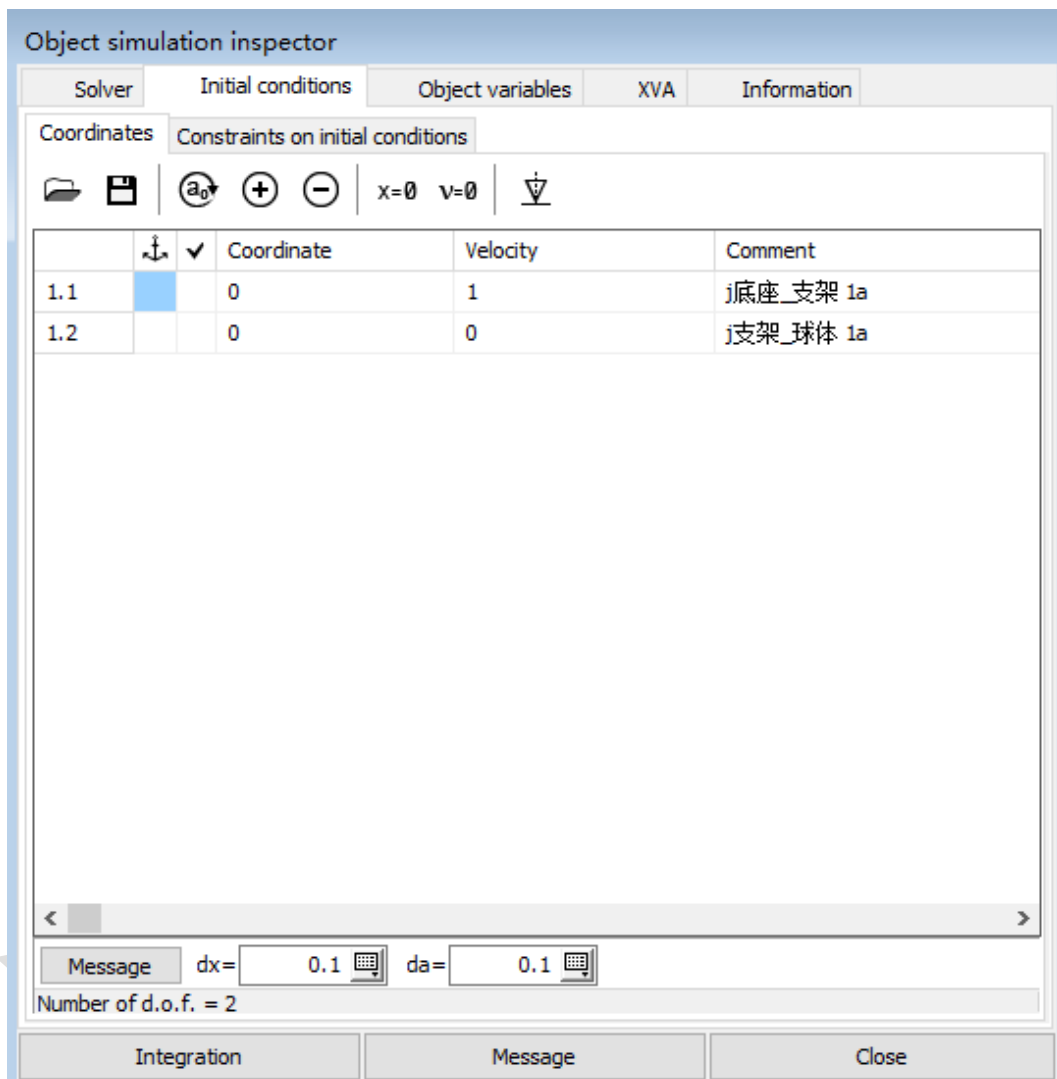

图 2-42
- 1) 切换到 **Initial conditions** 页面，可以看到系统自由度数目为 **2**，设置第一个自由度的速度 **Velocity** 为 **1**（国际单位：rad/s），如图 2-42。